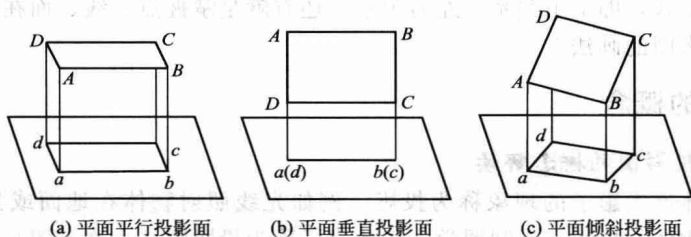

图 1-3 正投影的基本特性
(1) 正投影的概念 用正投影法画出物体的图形，称为正投影（正投影图）。正投影图虽然直观性差些，但是它能反映物体的真实形状和大小，度量性好，作图简便，是在工程制图活动中广泛采用的一种图示方法。
(2) 正投影的基本特性
① 显实性。如果空间直线或平面图形与投影面平行，则它们在投影面上反映线段的实长或平面图形的实形，如图 1-3(a) 所示。
② 积聚性。直线、平面垂直于投影面时，其投影集聚为一点、直线时，这种特性称为投影的积聚性。如图 1-3(b) 所示。
③ 类似性。直线、平面倾斜于投影面时，其投影仍为直线（长度缩短）、平面（形状缩小），这种特性称为投影的类似性，如图 1-3(c) 所示。